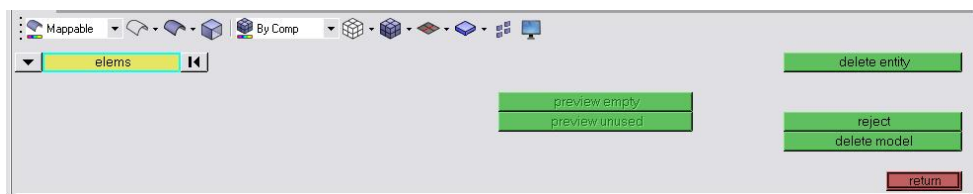

图 5-60 删除单元面板
(1) 按〈F2〉快捷键，进入“删除”面板，如图 5-60 所示。
(2) 单击向下的小箭头，将可选按钮切换到 elems。